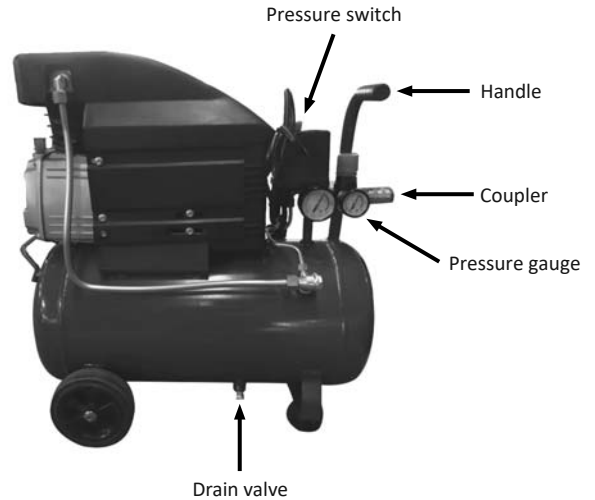

**Figure 1 - Grounding Method**
**GROUNDING INSTRUCTIONS** 1. This product is for use on a nominal 220 volt circuit and has a grounding plug that looks like the plug illustrated in Fig. 1. Make sure the product is connected to an outlet having the same configuration as the plug. This product must be grounded. In the event of an electrical short circuit, grounding reduces risk of electrical shock by providing an escape wire for electric current. This product is equipped with a cord having a grounding wire with an appropriate grounding plug. Plug must be plugged into an outlet that is properly installed and grounded in accordance with all local codes and ordinances.
**ISTRUZIONI PER LA MESSA A TERRA:** 1. Questo prodotto è destinato all'uso su un circuito da 220 volt nominali ed è dotato di una spina per la messa a terra che assomiglia alla spina illustrata nella Fig. 1. Assicurarsi che il prodotto sia collegato a una presa con la stessa configurazione della spina. Questo prodotto deve essere collegato a terra. In caso di cortocircuito elettrico, la messa a terra riduce il rischio di scosse elettriche fornendo un filo di fuga per la corrente elettrica. Questo prodotto è dotato di un cavo con un filo di messa a terra e di una spina di messa a terra appropriata. La spina deve essere inserita in una presa di corrente correttamente installata e dotata di messa a terra, in conformità con tutti i codici e le ordinanze locali.